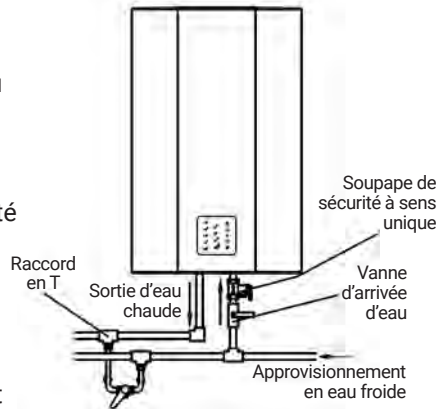

Figure 4
- (8) Si les utilisateurs souhaitent une alimentation en eau multicanal, ils peuvent connecter le tuyau d'eau selon la méthode illustrée à la figure 4.